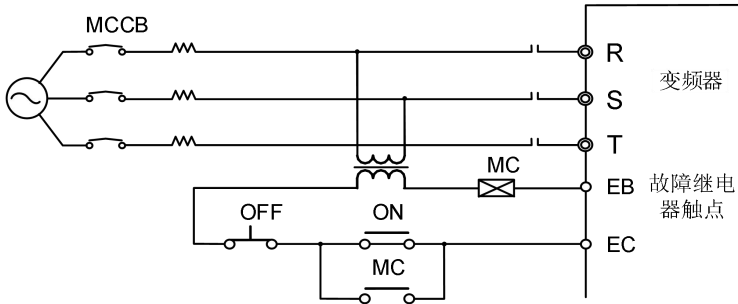

图 3- 4 接入输入断路器
- MCCB 与多台变频器或其他设备共用时，请按图 3 4 所示，将变频器保护输出继电器触点串入电源接触器线圈，保护信号可断开电源。